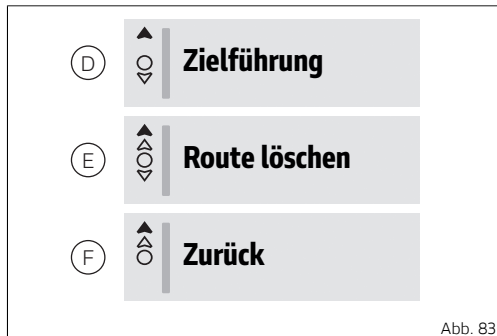

Abb. 83
- Die Angabe „Zielführung“ (D, Abb. 83 S.105) markieren, dann auf ENTER (3) drücken.
- Die Angabe „Route löschen“ (E, Abb. 83 S.105) markieren, dann auf ENTER (3) drücken.